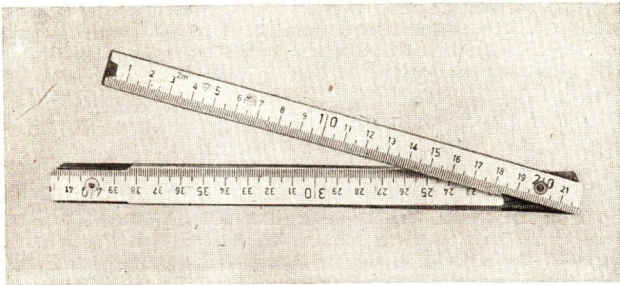

Abb. 13/1. Gliedermaßstab, das gebräuchlichste Gerät für Längenmessungen. Die einzelnen Teile, die Glieder, können zu einem Stabe auseinandergeklappt werden.
2. Geräte zur Längenmessung. In der Schule messen wir eine Länge meist mit einem *Maßstab aus Holz*. In manchen Berufen werden auch *Maßstäbe aus Metall* verwendet. Tischler, Zimmerleute und die Facharbeiter anderer Berufe benutzen beim Arbeiten den zusammenklappbaren *Gliedermaßstab* (Abb. 13/1).